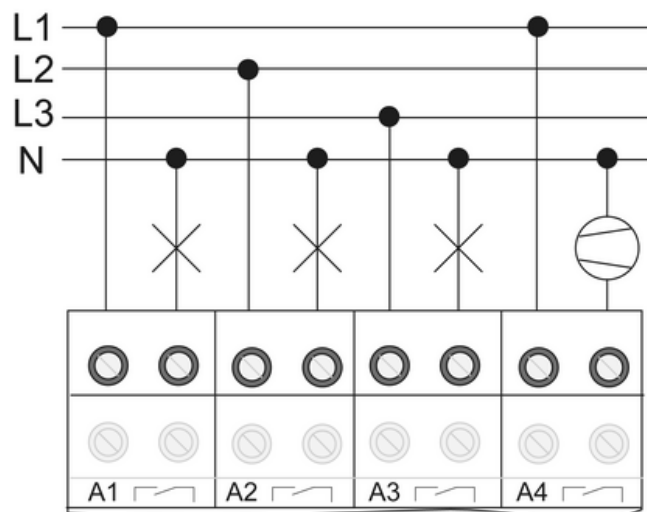

Figura 4: Esempio di collegamento dei carichi attivi
- Collegare i carichi attivi (figura 4).